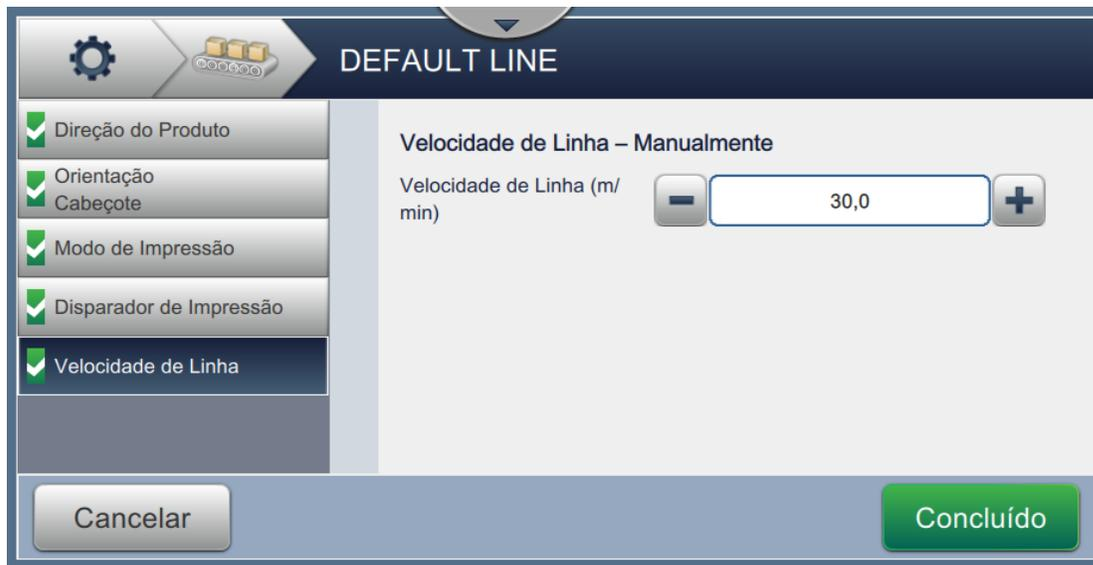

Figura 6-36: Velocidade de linha – Medida por codificadora de eixo
2. Altere os parâmetros necessários na tela Configuração, como mostra a Figura 6-36.